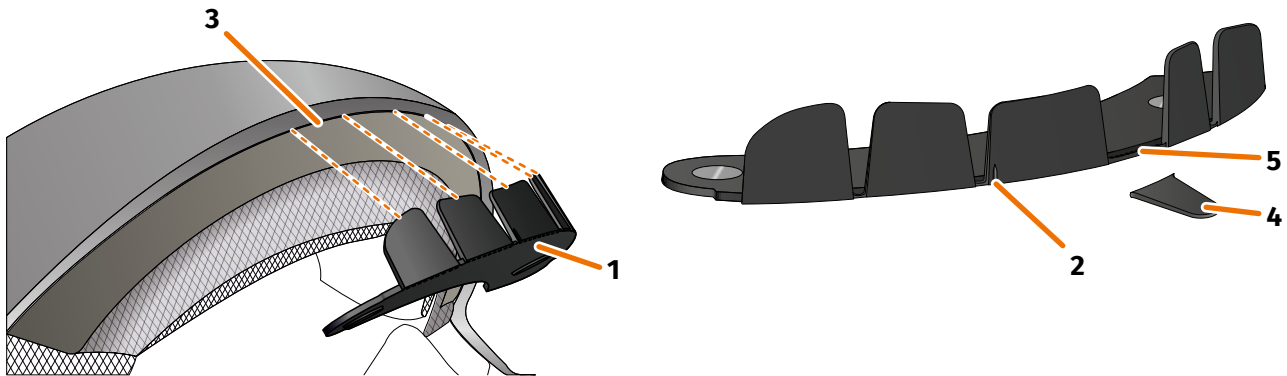

ABBILDUNG 8 // Helmadapter mit Laschen einklemmen
1. Platziere den Helmadapter (ABBILDUNG 8/1) im Stirnbereich des Helms. Vorn am Helmadapter befindet sich eine Markierung (ABBILDUNG 8/2), die sich auf einer gedachten Linie zwischen der Mitte des Helms und der Mitte deines Gesichts befinden sollte.
2. Drücke die Laschen mit beiden Händen gleichmäßig in den Spalt (ABBILDUNG 8/3), bis die Grundplatte des Helmadapters vollständig an der Montagefläche des Helms anliegt. Bei manchen Helmen kann es sein, dass der Spalt zuerst ein wenig aufgezogen werden muss.
Wenn du feststellst, dass einzelne Laschen im Spalt des Helms mit dem Material des Helms kollidieren, kannst du bis zu drei Laschen einfach wegbrechen (ABBILDUNG 8/4, beispielhaft). Der Helmadapter ist an der Unterkante der Laschen perforiert (ABBILDUNG 8/5), um das Wegbrechen zu erleichtern. Du kannst die Bruchstellen mit einer Feile oder einer Schere etwas glätten.